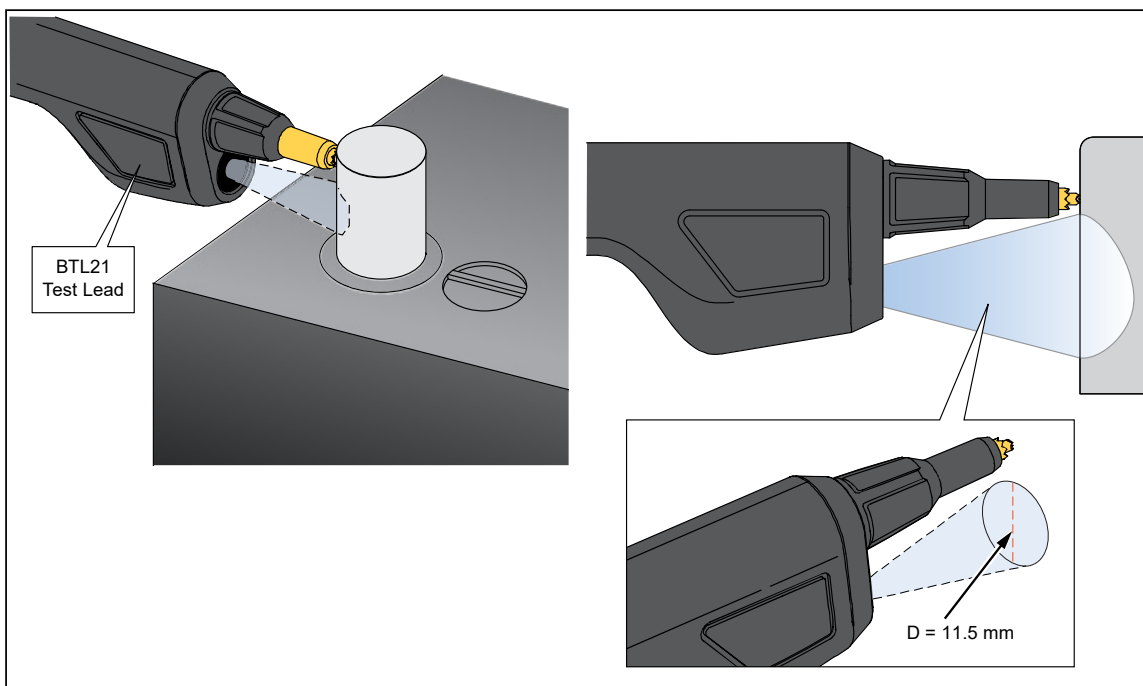

Figura 4-5. Medición de la temperatura de un polo de la batería
2. Ajuste el conductor de prueba para que todo el brillo vaya al polo de la batería. Consulte la Figura 4-5.
La Figura 4-5 muestra el campo de medición de un polo de la batería.